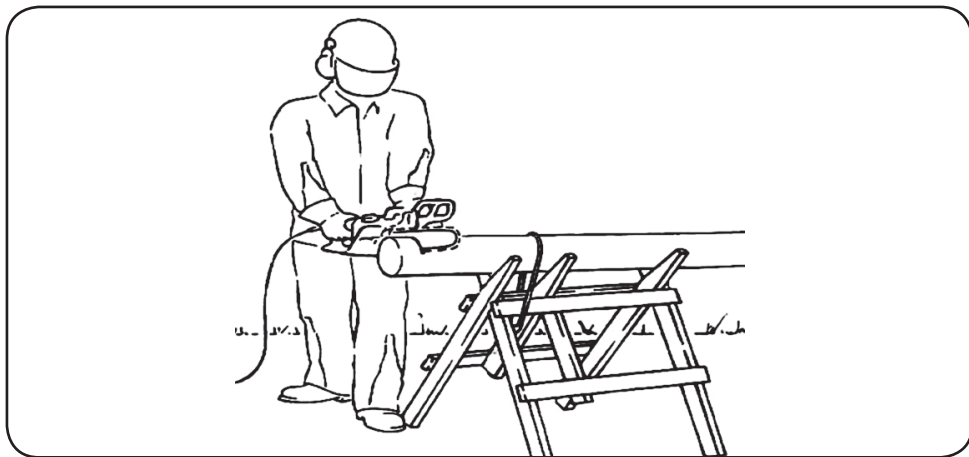

Рис. 3. Розпилювання на підставці (козлі)
1. Використовуйте козли. При використанні козла забезпечте стійке положення колоди. Відпилюйте з зовнішньої сторони (рис. 3).